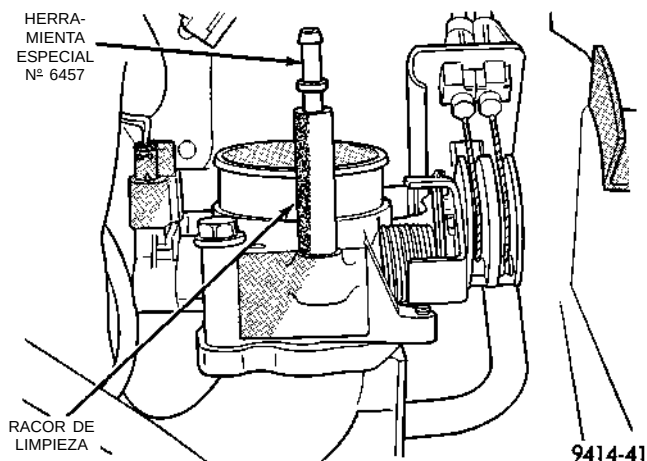

Fig. 84 Orificio 6457 conectado al racor de limpieza
(4) Utilice un trozo de manguera para conectar el orificio de medición de aire 6457 (orificio de 3,17 mm o 0,125 pulgadas) al racor de limpieza del cuerpo de mariposa (Fig. 84).
- (5) Asegúrese de que todos los accesorios estén desactivados.
(6) Conecte la herramienta de exploración DRB al conector de enlace de datos del interior del habitáculo.
(7) Haga funcionar el motor en estacionamiento o punto muerto hasta que el ventilador de enfriamiento haya realizado por lo menos un ciclo de activación y desactivación (82°C o 180°F).